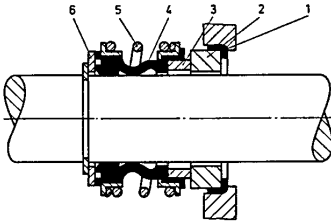

Abb. 6.2.3.3a
1. Belastete, drehrichtungsunabhängige Gleitringdichtung mit Elastomerbalg (Abb. 6.2.3.3a)